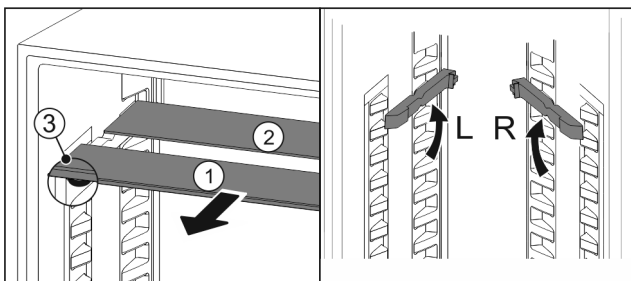

Fig. 114
- ▶ Посуньте Fig. 114 (1) скляну панель вперед.
- ▷ Скляна панель Fig. 114 (1) з декоративною планкою лежить спереду.
- ▷ Стопори Fig. 114 (3) показують вниз.